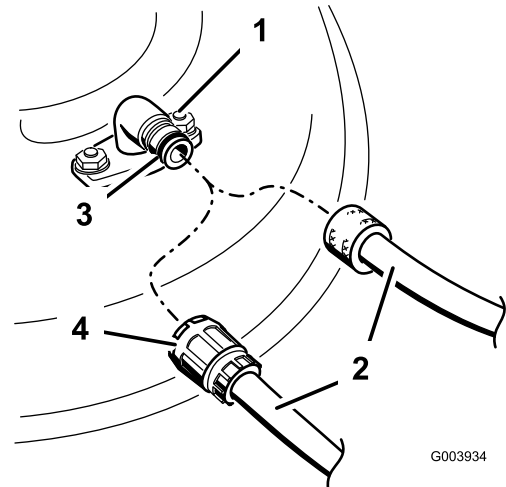

Bild 30
4. Schließen Sie einen Schlauch an den Wasseranschluss an und drehen Sie das Wasser mit starkem Druck auf (Bild 30).